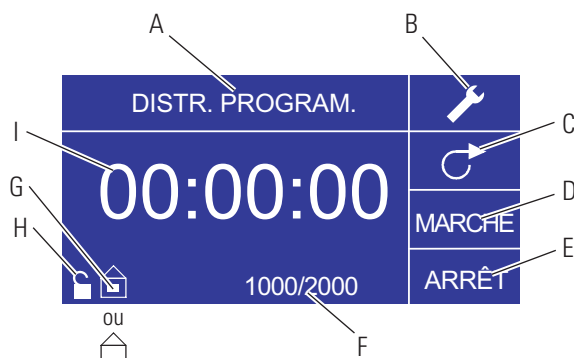

Figure 3-4. Écran Mode distribution programmée
- I. **Affichage de la durée :** Les chiffres du milieu indiquent la durée restante pour l'entraînement dans la Durée de marche ou Durée d'arrêt mise en surbrillance à droite de l'affichage (position D ou E, Figure 3-4).
6. **Réglage de la Durée de marche :** Pour régler la Durée de marche, utiliser le pavé directionnel et la touche ENTRÉE afin de sélectionner le champ MARCHE (voir position D, Figure 3-4). Cette procédure met le minuteur au centre de l'écran en surbrillance (voir position I, Figure 3-4). Appuyer à nouveau sur ENTRÉE pour que le minuteur puisse être réglé à l'aide des flèches VERS LE HAUT/VERS LE BAS. Passer d'un chiffre à l'autre à l'aide des flèches GAUCHE/DROITE. Après avoir sélectionné une Durée de marche optimale, appuyer de nouveau sur ENTRÉE pour valider. L'entraînement fonctionnera alors pendant la durée inscrite au centre de l'écran.
7. **Réglage de la Durée d'arrêt :** Pour régler la Durée d'arrêt, utiliser le pavé directionnel et la touche ENTRÉE afin de sélectionner le champ ARRÊT (voir position E, Figure 3-4). Cette procédure met le minuteur au centre de l'écran en surbrillance (voir position I, Figure 3-4). Appuyer à nouveau sur ENTRÉE pour que le minuteur puisse être réglé à l'aide des flèches VERS LE HAUT/VERS LE BAS. Passer d'un chiffre à l'autre à l'aide des flèches GAUCHE/DROITE. Après avoir sélectionné une Durée d'arrêt optimale, appuyer de nouveau sur ENTRÉE pour valider. L'entraînement s'arrêtera alors pour la durée inscrite au centre de l'écran. **REMARQUE :** Si la Durée d'arrêt est réglée sur 00:00:00, il est alors nécessaire d'appuyer sur la **touche MARCHE/ARRÊT** du pavé numérique ou du connecteur E/S à distance pour que l'entraînement commence la distribution suivante.
8. **Sélection de la taille du lot :** Avant de faire fonctionner l'entraînement pour les durées de MARCHE/ARRÊT sélectionnées, choisir une taille de lot pour l'opération. Pour cela, utiliser le pavé directionnel et la touche ENTRÉE afin de sélectionner l'icône LOT (voir position F, Figure 3-4). Sur l'écran Compte de lot, appuyer sur la touche ENTRÉE puis utiliser les flèches VERS LE HAUT/VERS LE BAS du pavé directionnel pour sélectionner une taille de lot. Passer d'un chiffre à l'autre à l'aide des flèches GAUCHE/DROITE. Appuyer sur ENTRÉE une fois de plus pour valider la taille du lot sélectionnée. Si le réglage indique zéro (0), l'entraînement fonctionne pendant un nombre infini de cycle et le symbole ∞ est affiché. Utiliser le pavé directionnel pour sélectionner QUIT. afin de revenir à l'écran de fonctionnement de la Distribution programmée.
10. **Réinitialisation du lot :** Pour réinitialiser un lot, utiliser le pavé directionnel et la touche ENTRÉE afin sélectionner l'icône LOT (voir position F, Figure 3-4). Sur l'écran Compte de lot, utiliser le pavé directionnel pour sélectionner RÉINITIAL. et appuyer sur la touche ENTRÉE pour réinitialiser le compte de lot, puis sélectionner QUIT. pour revenir à l'écran de fonctionnement principal du Mode distribution programmée.